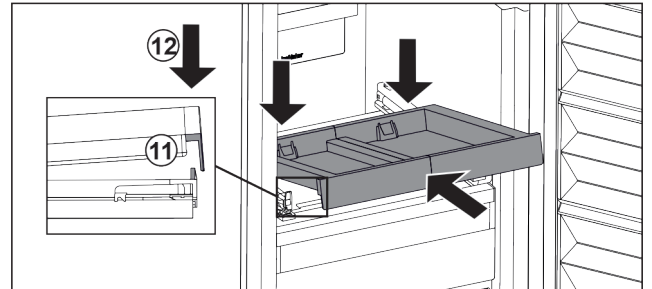

Fig. 98
- ▶ Inserați-l oblic. Aveți în vedere ca opritorul să fie în spatele lamei pe ambele părți Fig. 98 (11)
- ▶ Depuneți raftul extractibil în față Fig. 98 (12)